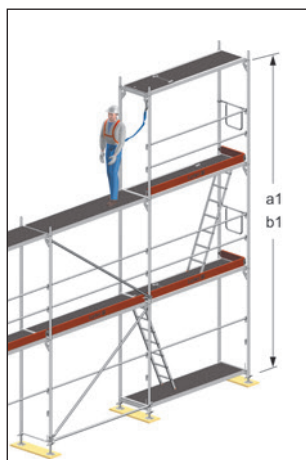

Fig. 16: Anhugning over hovedet
- a1) Anhugning over hovedet: mindst 5,25 m (fig. 16) og
- b1) Anhugning over hovedet: mindst 4,75 m (fig. 16)